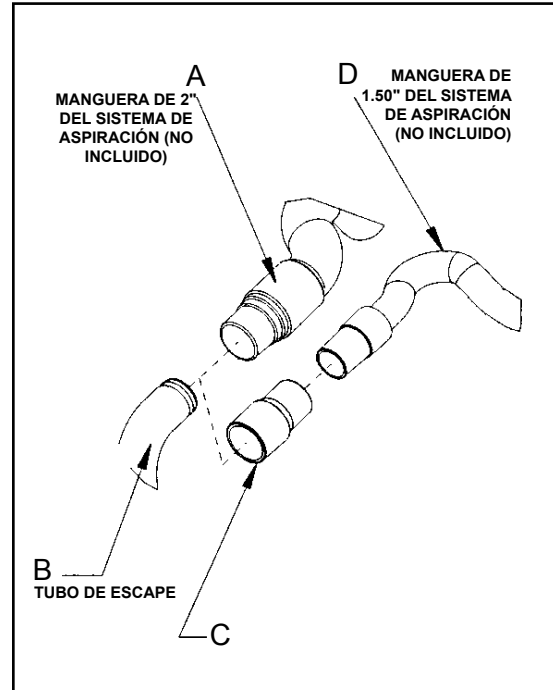

Figura 4
1. Instale el extremo de manguera de 2» (figura 4, A) directamente sobre el tubo de escape (figura 4, B).
1. Instale el adaptador del extremo de manguera de 2» x 1 ½» (Nº de pieza 30563A) (figura 4, C) sobre el tubo de escape (figura 4, B).
2. Inserte el extremo de manguera de 1 ½» (figura 4, D) en el adaptador (figura 4, C).